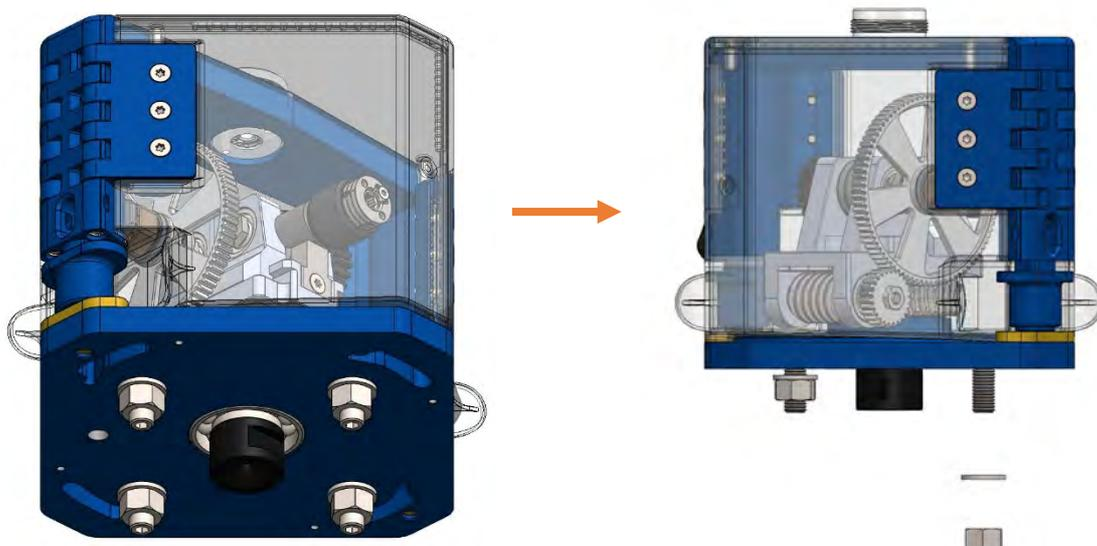

Figure 9
1. Dévissez les 4 écrous et retirez les 4 rondelles des écrous dévissés. Figure 9;